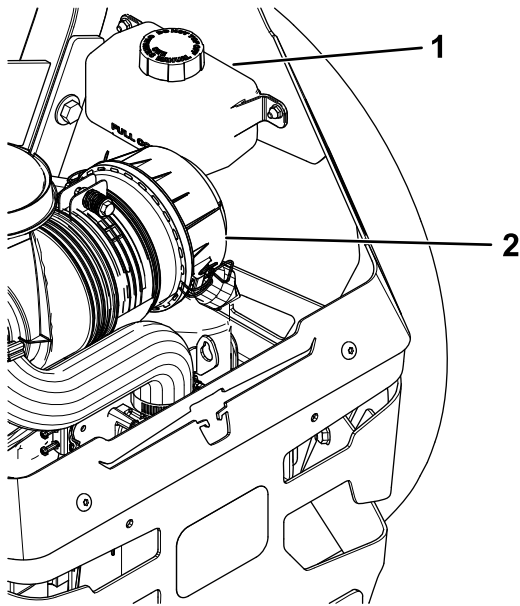

Figura 68
2. Compruebe el depósito de expansión y si es necesario, añada fluido hidráulico Toro® HYPR-OIL™ 500 hasta la línea FULL COLD (Figura 68).